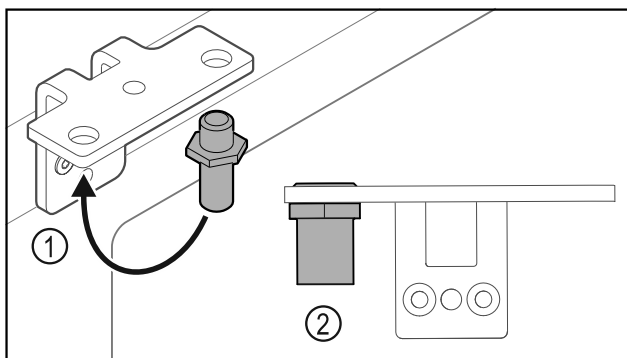

Fig. 32
- Premjestite svornjake Fig. 32 (1) u kutnim šarkama.
- Pritegnite svornjake Fig. 32 (2) **okretnim momentom od 12 Nm.**